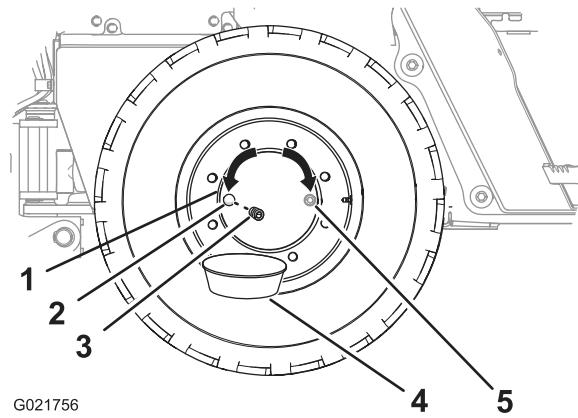

Figura 84
- Mova a máquina para frente ou para trás até que o bujão do cubo esteja na posição de 3 hs ou 9 hs (Figura 84).
4. Posicione uma bandeja de drenagem sob o bujão de drenagem do cubo (Figura 84).
5. Remova o bujão do cubo (Figura 84).
6. Verifique se o nível do óleo está alinhado com a parte inferior do orifício de drenagem (Figura 84).
8. Instale o bujão no orifício de drenagem do cubo (Figura 84).